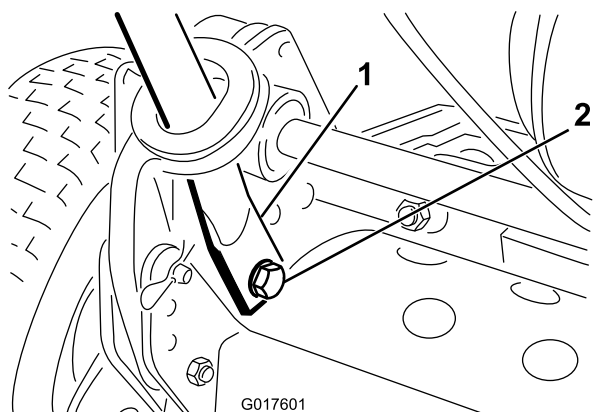

Figura 3
4. Premete verso l'interno le estremità della stegola e montatele sui perni di montaggio (Figura 3).
5. Fissate le estremità della stegola ai perni di montaggio tramite i bulloni, le rondelle e le rondelle di sicurezza fornite (Figura 3).
6. Fissate la base dei bracci della stegola su ciascun lato del tosaerba tramite i bulloni e le rondelle di sicurezza precedentemente rimossi (Figura 3). Montate le boccole nei fori di montaggio dei bracci della stegola.
7. Fissate con sicurezza i bracci della stegola sul retro dell'intelaiatura utilizzando le coppie a forcina ed i perni ad anello tolti in precedenza (Figura 3).